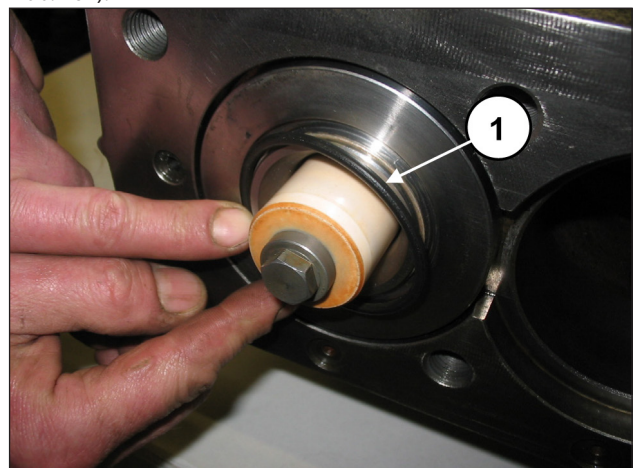
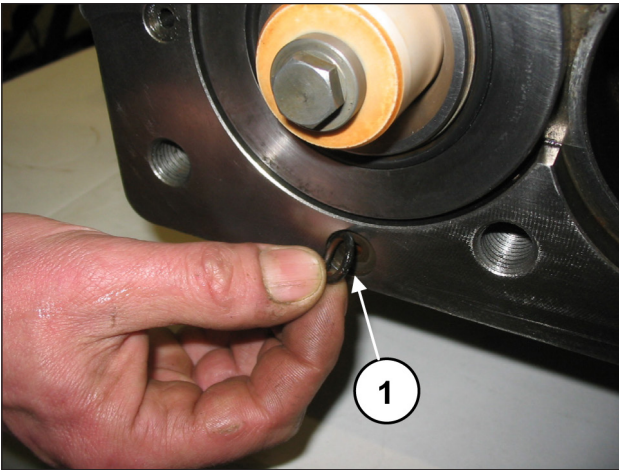

Abb. 161
Abb. 162
Setzen Sie den frontseitigen O-Ring der Buchse ein (Pos. ①, Abb. 161) und den O-Ring an der Umlaufbohrung (Pos. ①, Abb. 162).